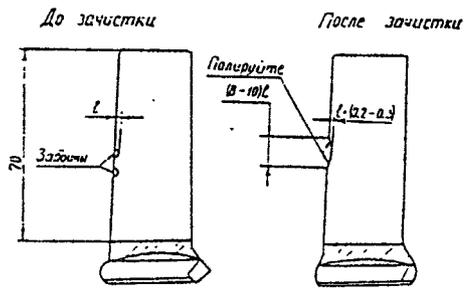

Рис. 6. Зачистка забочин на лопатках
1.2. С заборными после их зачистки (рис. 6). Измерение заборны производите металлической измерительной линейкой 0—100 мм: